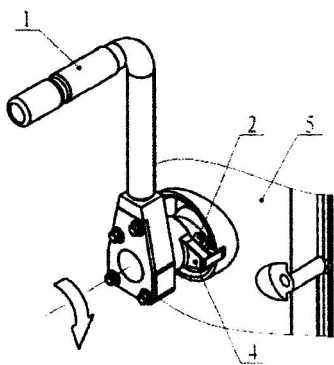

图3
c. 保持拨套4位置不变，摇动摇手柄使起动销2插入柴油机起动轴的凹槽内，此时拨套4上的方销也应插入齿轮室盖5上的方槽内（见图3）；
d. 右手握住摇手套1，顺时针摇动摇手柄，开始正常起动柴油机（见图3）；